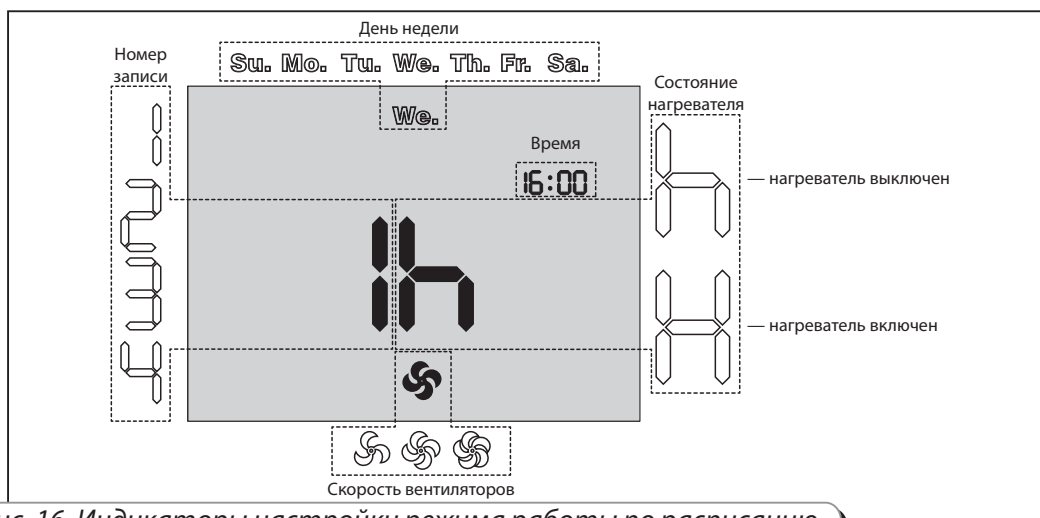

Рис. 16. Индикаторы настройки режима работы по расписанию
- Параметры настройки работы по расписанию (рис. 16):